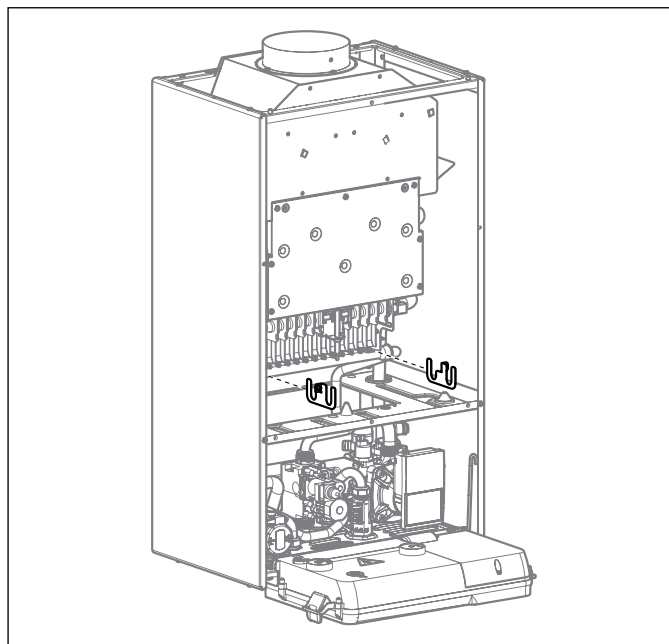

Abb. 14 Halteklammer Gasverteiler
- Beide Halteklammern von Gasverteiler entfernen (siehe Abb. 14).